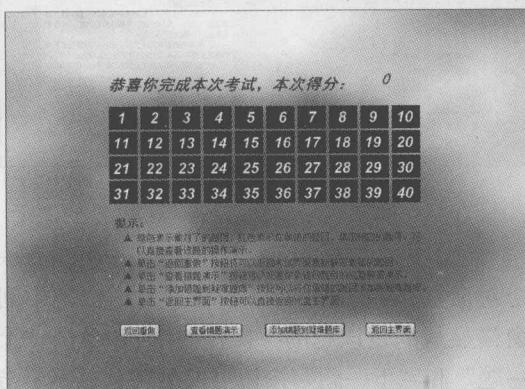

图 11 考试结束界面
(4) 答题结束后,单击“考试结束”按钮,在打开的对话框中连续单击“交卷”按钮可以结束考试,并显示本次考试的得分,如图 11 所示。